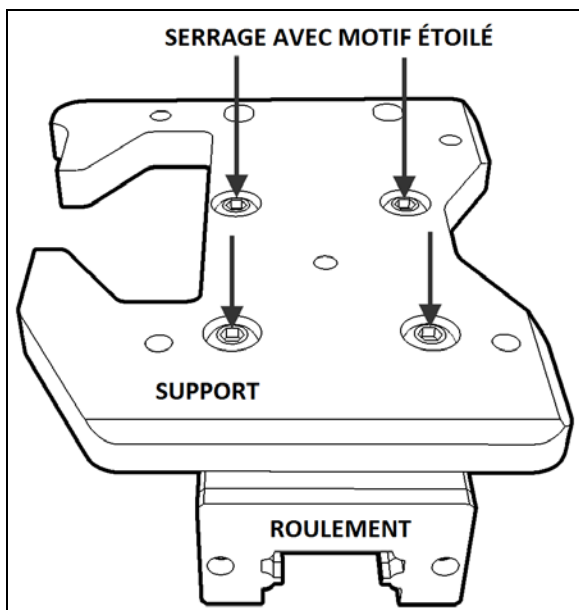

FIGURE 24: VIS DE MONTAGE DU PALIER 26158
- Démonter l'assemblage support et palier. Retourner l'assemblage pour accéder aux vis de montage du palier (Figure 24). Démonter le vieux palier linéaire et installer le nouveau.